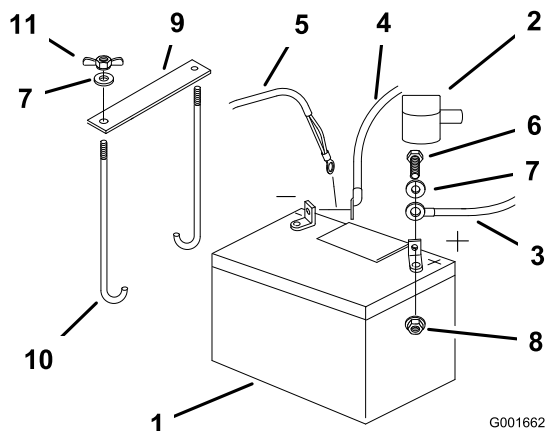

Figura 40
4. Primero desconecte el cable negativo de la batería y el cable de tierra del borne negativo (-) de la batería (Figura 40).
5. Retire la cubierta de goma roja del borne positivo (rojo) de la batería. Luego retire el cable positivo (rojo) de la batería (Figura 40).
6. Retire ambas tuercas de orejeta (1/4 pulgada) que fijan la brida de la batería (Figura 40).
1. Coloque la batería en la bandeja, con los bornes hacia el motor (Figura 40).
4. Sujete los cables con 2 pernos (1/4 x 3/4 pulgadas), 2 arandelas (1/4 pulgada), y 2 contratuercas (1/4 pulgada) (Figura 40).
6. Fije la batería con pernos en J, una brida de sujeción y 2 arandelas (1/4 pulgada), y 2 tuercas de orejeta (1/4 pulgada) (Figura 40).